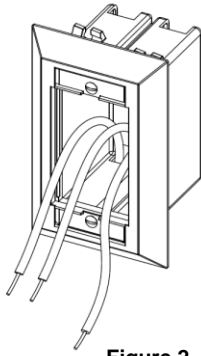

Figure 2
2. Observe the "UP" orientation molded on the back side of the wallplate and orient the wallplate accordingly. It is important to maintain proper orientation. Using the screws provided, attach the wallplate to the wallbox. **(Figure 2)**
2. Il importe de respecter l'orientation de la plaque en mettant vers le haut la mention « UP » moulée à l'arrière de cette dernière. Fixer la plaque à la boîte murale au moyen des vis fournies **(figure 2)**.